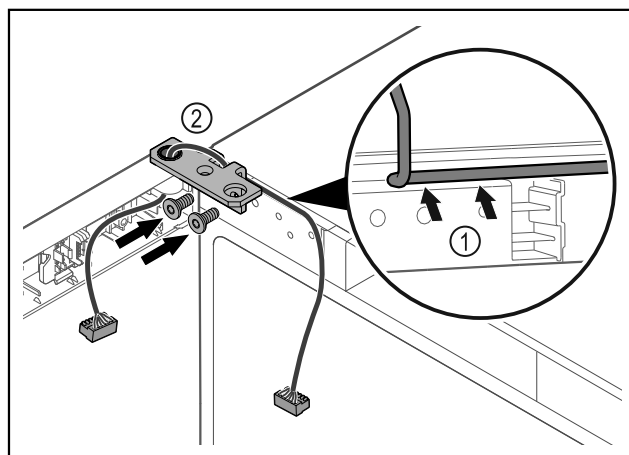

Fig. 45
- ▶ Ved'te kabel skrz vybraní úhelníku závěsu a opatrně jej položte Fig. 45 (1).
- ▶ Našroubujte úhelník závěsu Fig. 45 (2).